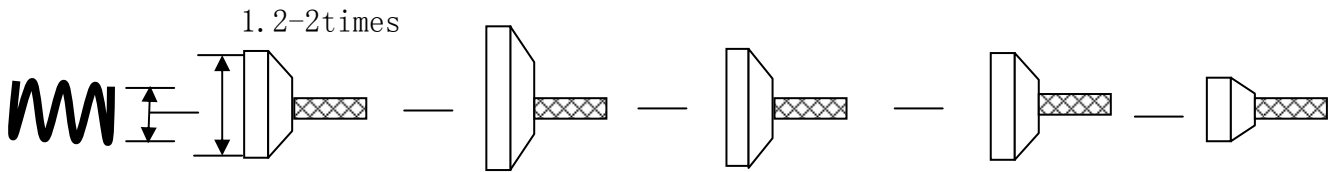

图1-104
3. 选择适当之感测头 (Probe Tip) 尺寸，约为弹簧直径之1.2-2倍如图1-104所示。